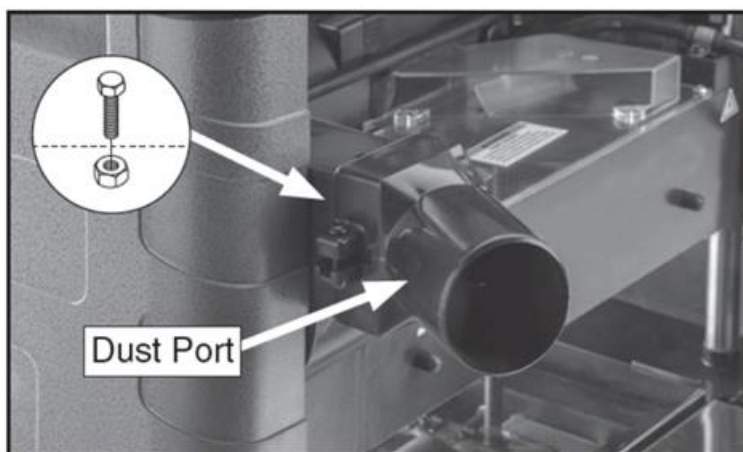

Рисунок 11. Установка порта аспирации на корпус вентилятора.
3. Установите патрубок аспирации опилок на корпус вентилятора, убедившись, что выступы болтов выровнены (см. рис. 11), и затяните предварительно установленные болт с шестигранной головкой и гайку с шестигранной головкой.